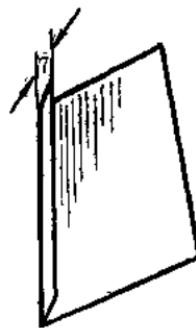
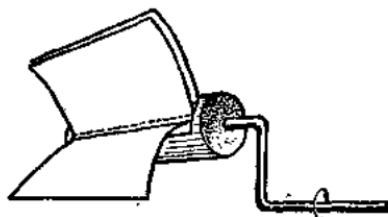

图 9
图 10
5. 画图片组 在尺寸为 130×90 （毫米）² 的各张铅画纸上，画出（纸横放）一个动作的连续姿势共 30~32 张，例如跳木马运动（图 8），把运动员奔近木马至跳过木马落在垫子上的一个过程，分成 30~32 个连续姿势，画在各张铅画纸上，画上背景，着好颜色，然后把每张的上边弯折 7 毫米（图 9）（注意折纸痕时不能太用力，以免影响纸片的弹性），然后如图 10 所示方向把画片围粘在圆木转动轴上，注意弯折方向和轴转动方向相反，即成转动动画片。